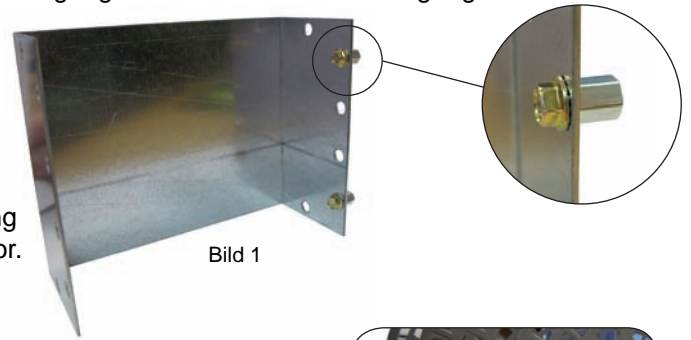

Bild 1
1. Zwei Distanzmuttern M5x10 mit Sperrzahnschrauben M5x10 in zwei der Löcher der Wartungsklappe schrauben (Bild 1)